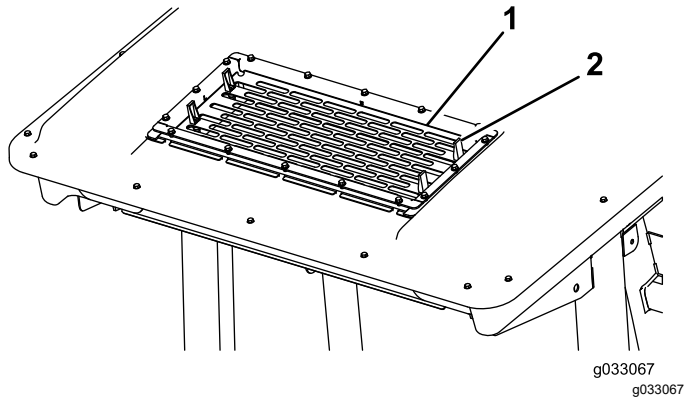

Figura 55
2. Levante las 4 pestañas de la rejilla del aire acondicionado (Figura 55) y retire la rejilla por la parte superior de la cabina.